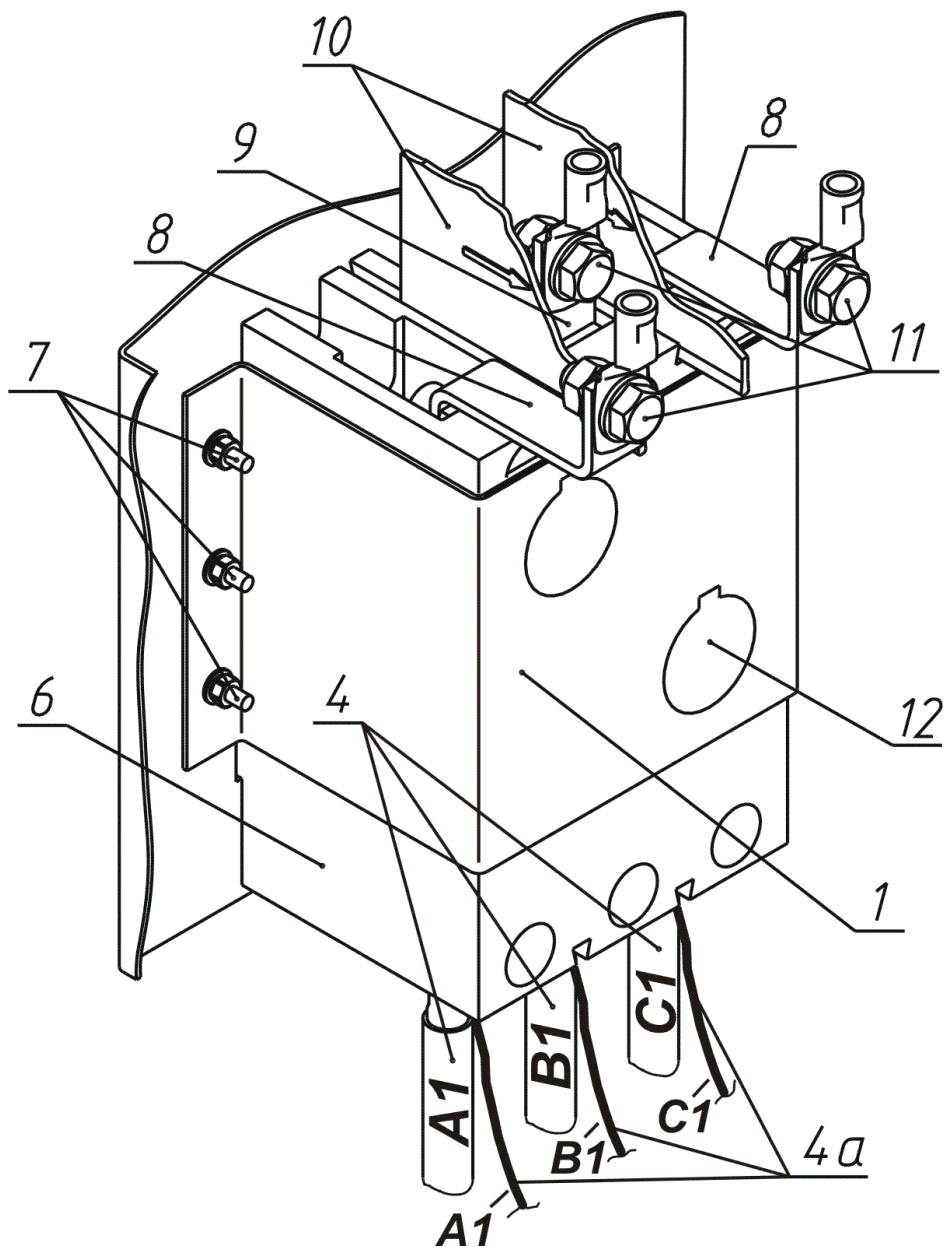

Рис.2
- установить на выключатель автоматический поз.6 две шины поз.8 и шину поз.9 как показано на рис. 2 при помощи крепежных деталей, входящих в комплект выключателя;
- подключить кабели А1, В1 и С1 (поз.4 рис.2) и провода жгута А1, В1, С1 (поз.4а, рис.2) к контактам 2, 4 и 6 выключателя автоматического поз.6 соответственно при помощи крепежных деталей, входящих в комплект выключателя;
- установить две изоляционные пластины поз.10 в пазы выключателя автоматического поз.6 как показано на рис.2;